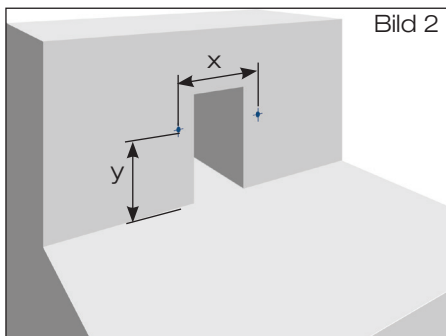

Bild 2
1.3 Bohrungen ø 10 mm für Schiebeflansch mit Anschlussmanschette zum Anschluss der Dampfsperre entsprechend der Vorgabe nach Tabelle 3 und Tabelle 4 erstellen (Bild 2).